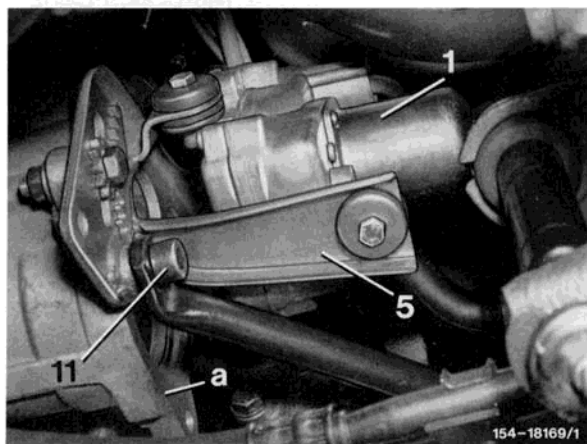

Bild 3
8 Träger mit Stellglied einbauen, dabei die beiden Innensechskantschrauben (11) verwenden (Bild 3).